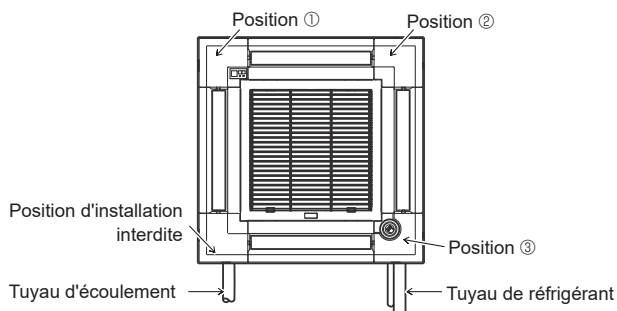

Fig. 7-11
- Le panneau d'angle du récepteur de signaux ne peut en aucun cas être installé du côté du tuyau d'écoulement de l'appareil principal. (Se reporter à la Fig. 7-11)
- Acheminez le connecteur du fil de raccordement (blanc à 4 pôles et blanc à 5 pôles) du panneau d'angle du i-see Sensor ④ depuis le côté du boîtier électrique de l'appareil principal et raccordez-le aux connecteurs CN4Z et CN5Y de la carte de commande.
- Le panneau d'angle du i-see Sensor doit être fixé sur la grille ① à l'aide de la vis ③.
- \* Si la position du i-see Sensor est passée de la position par défaut (position ③) à une autre position, changez les réglages de fonction. (Fig. 7-11)
- Le panneau d'angle du i-see Sensor ne peut en aucun cas être installé du côté du tuyau d'écoulement de l'appareil principal. (Se reporter à la Fig. 7-11)
- Position ① : Position par défaut du récepteur de signaux (marques d'identification de sortie d'air □/□□□)
- Position ② : (Marques d'identification de sortie d'air □/□)
- Position ③ : Position par défaut du i-see Sensor (marques d'identification de sortie d'air □□/□□)